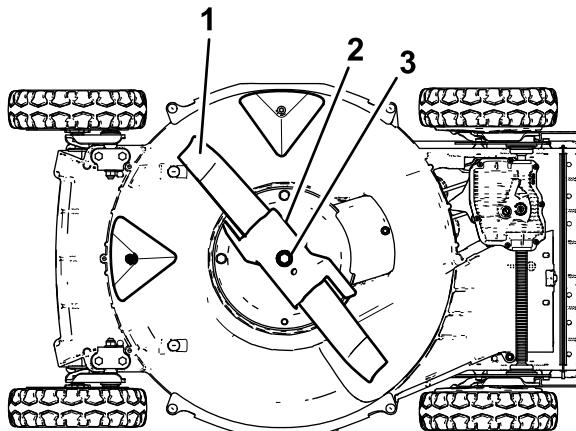

Figure 26
8. Avec les doigts, appliquez de l'huile sur le joint du filtre neuf (Figure 26).
5. Basculez la machine sur le côté **droit** (filtre à air en haut), comme montré à la Figure 26.